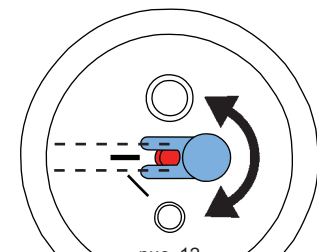

рис. 12
- У струйных бачков 25-70 мкм необходимо отрегулировать положение дозирующего сопла (рис. 12)!